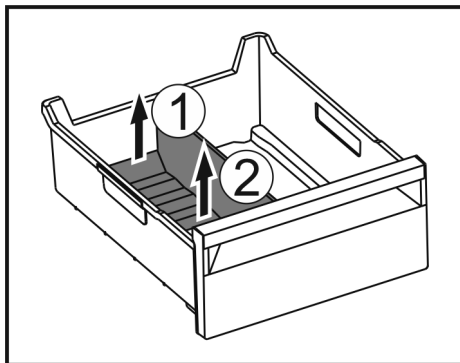

Fig. 99
- Повдигнете задната част на разделителя на отделението за лед. Fig. 99 (1)
- Извадете разделителя на отделението за лед нагоре. Fig. 99 (2)